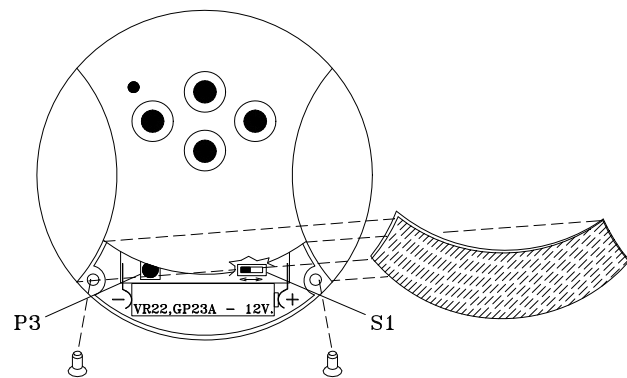

Fig. 2
Note: changer la position du déviateur S1, voir Fig. 2 si la commande des boutons est inversée par rapport au mouvement du volet relevable/ store quand on actionne le mécanisme pour la première fois.
- 1- Ouvrir le couvercle de l'émetteur comme indiqué sur la Fig. 2.